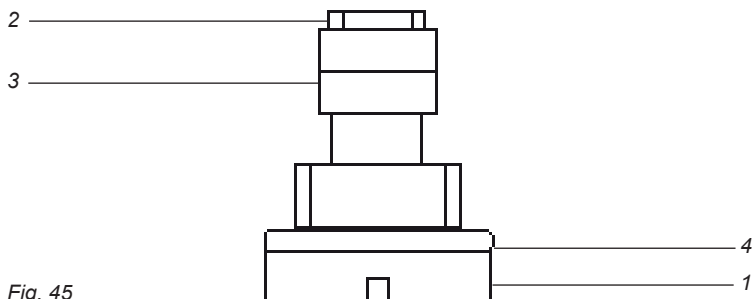

Fig. 45
- Plaats de 'O' ring (4) en filter (3) op de stop (1) (zie Fig. 45).
- Plaats de klemmschroef (2).